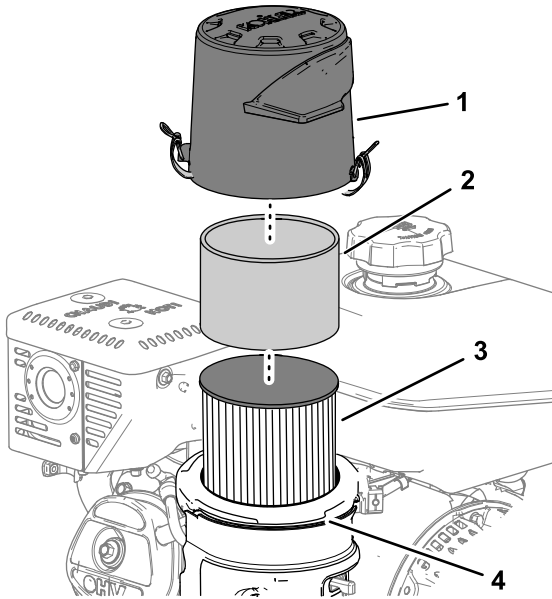

図 71
3. カバーを外してきれいに清掃する 図 71。
1. ペーパーエレメントからスポンジエレメントを外す 図 71。
1. ペーパーエレメントを外して点検する 図 71 よごれが激しい場合は交換する。
3. ペーパーエレメントにスポンジエレメントを取り付ける 図 71。
4. エアフィルタのベースにフィルタアセンブリを取り付ける 図 71。